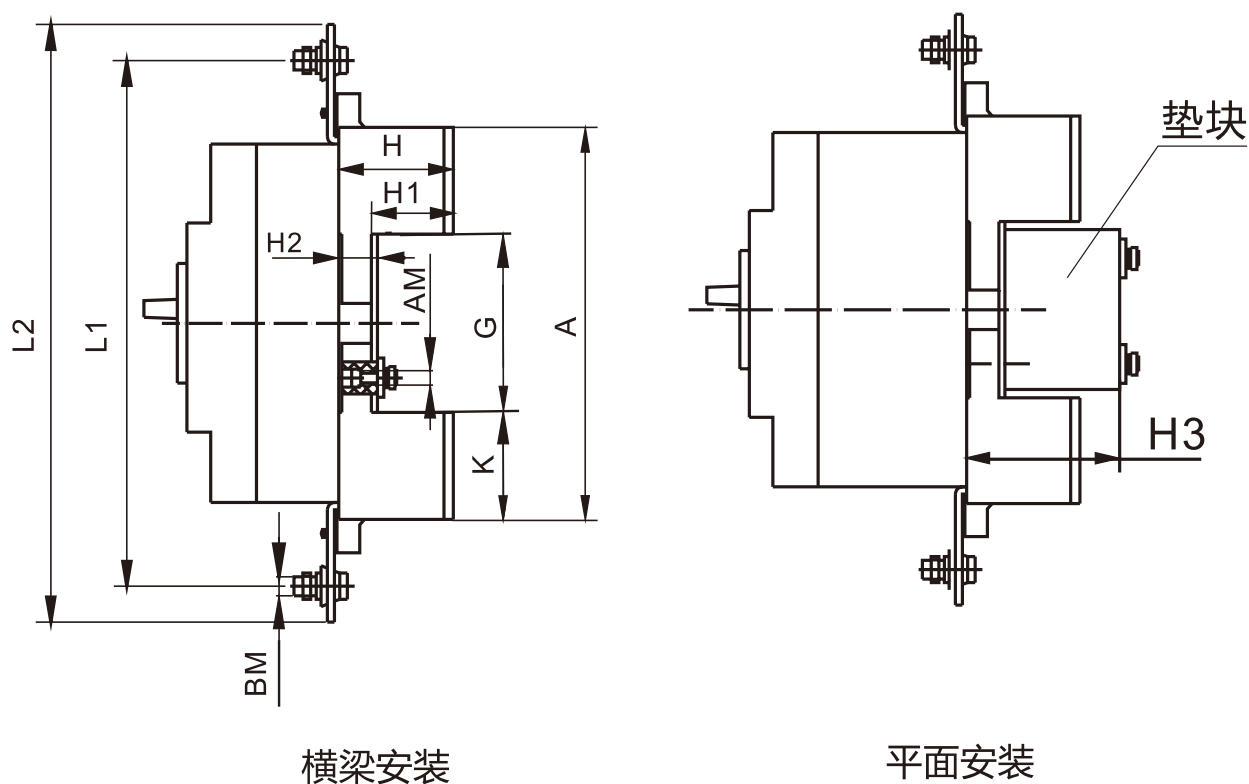

图7 插入式板前接线(单位:mm)
(1) 插入式板前接线外形尺寸见图7、表13 (X-X、 Y-Y为断路器中心)